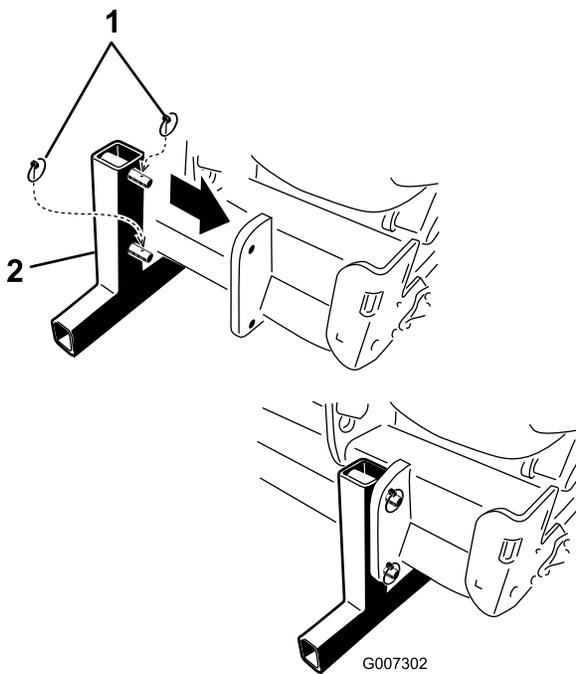

Рисунок 44
5. Установите подставки для хранения и прикрепите их к аэратору шпильками (Рисунок 44).